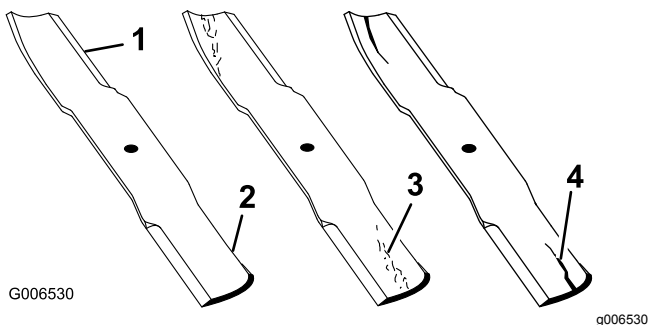

Figure 142
2. Examinez attentivement les tranchants de la lame, particulièrement au point de rencontre de la partie plane et de l'ailette, comme montré à la Figure 142.
**Remarque:** Le sable et les matières abrasives peuvent éroder le métal à cet endroit, c'est pourquoi il est important de contrôler l'état de la lame avant d'utiliser la tondeuse. Remplacez la lame si elle vous semble usée (Figure 142).